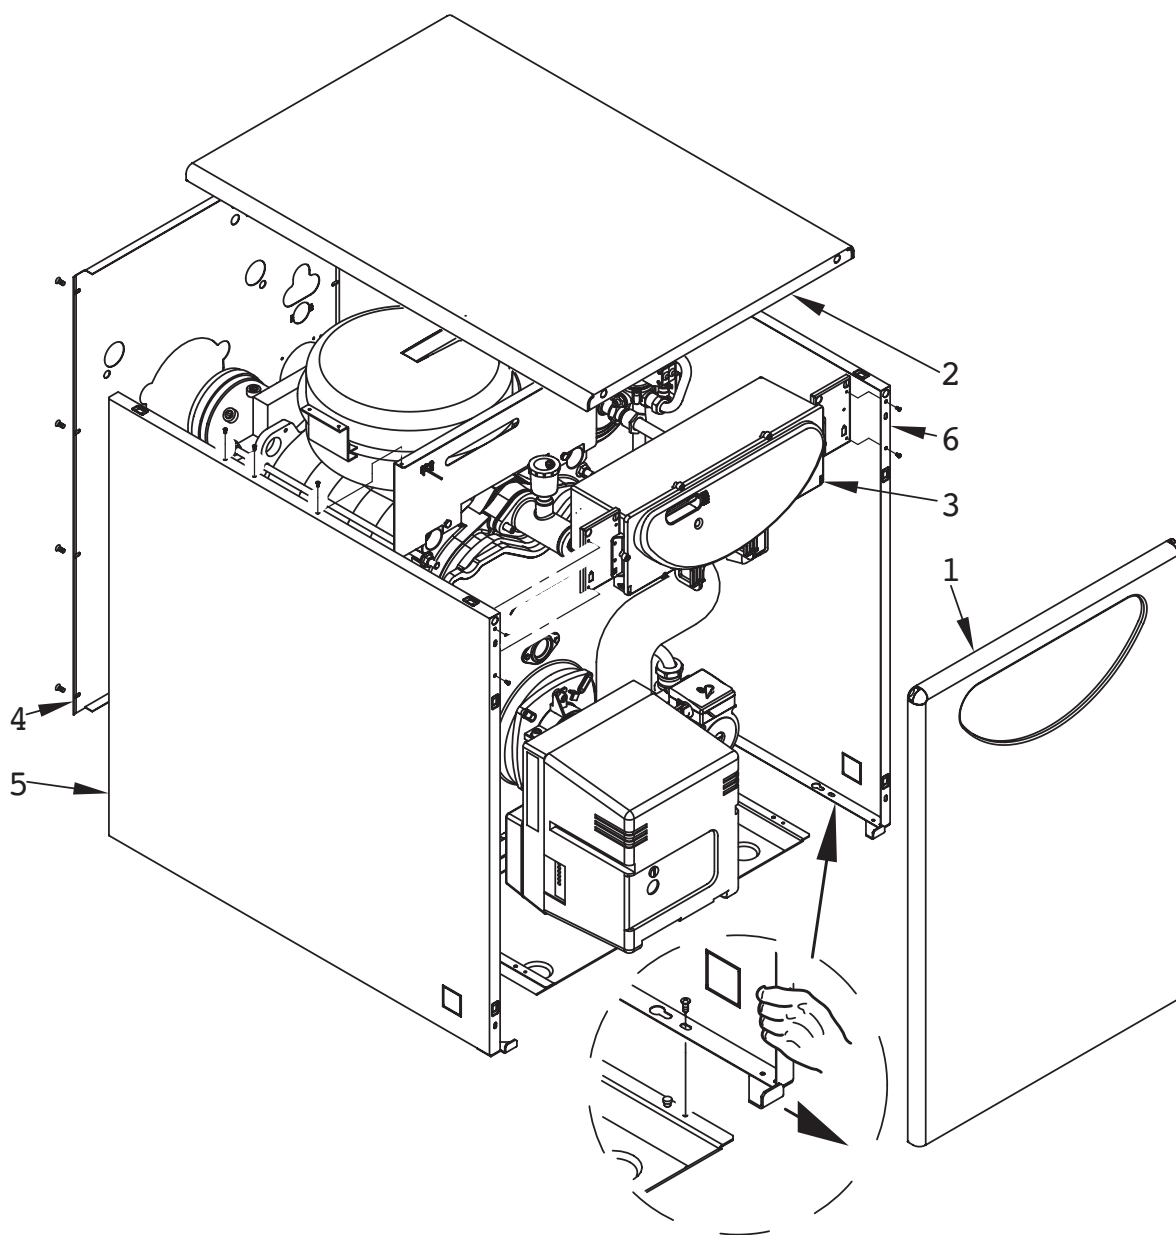

Fig. 14
4.1 SMONTAGGIO MANTELLO (fig. 14)
gressione numerica di fig. 14.